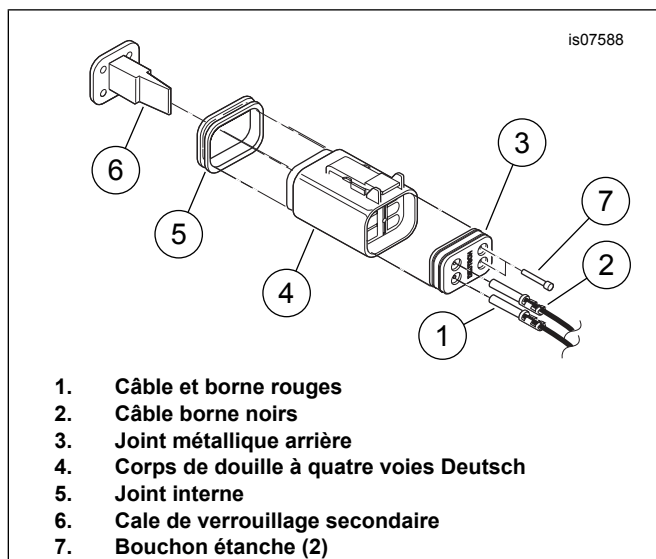

Figure 2. Insérez les bornes dans le corps de douille Deutsch
4. Consultez Figure 2. Montez le connecteur de dossieret chauffé Deutsch. Référez-vous au manuel d'entretien pour plus d'informations sur les prochaines étapes générales.
- a. Insérez le joint métallique arrière (3) dans le corps de douille à quatre voies Deutsch (4) du kit.
- b. Insérez le câble rouge et la borne (1) dans la cavité 3.
- c. Insérez le câble noir et la borne (2) dans la cavité 4.
- d. Installez le joint interne (5).
- e. Insérez la cale de verrouillage secondaire (6).
- f. Insérez les joints étanches (7) dans les cavités 1 et 2.